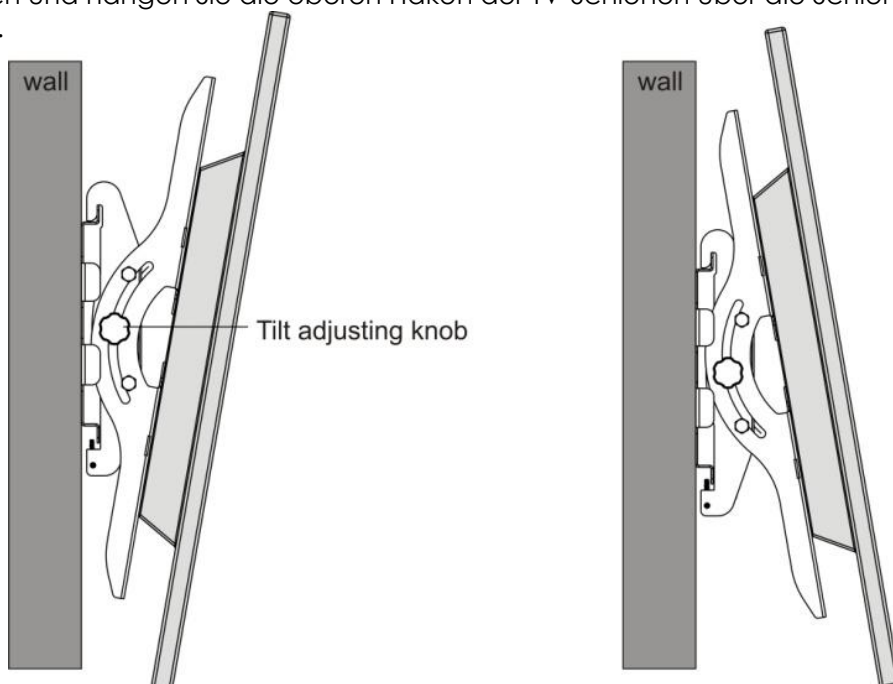

Abb. 8
- Wenn die Wandhalterung sicher an der Wand angebracht ist, heben Sie den Fernseher vorsichtig (2 Personen) hoch und hängen Sie die oberen Haken der TV-Schienen über die Schiene der Wandplatte (siehe Abb. 8).